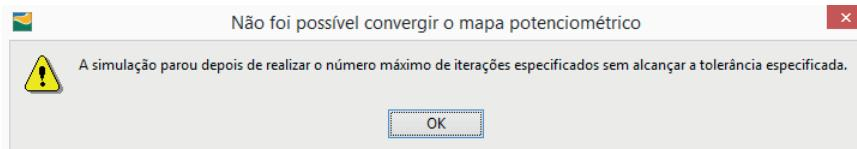

Figura 4.6 Aviso de convergência na simulação da velocidade da água subterrânea no SCBR.
4.9. O que significa o aviso de não convergência (Figura 4.6)?